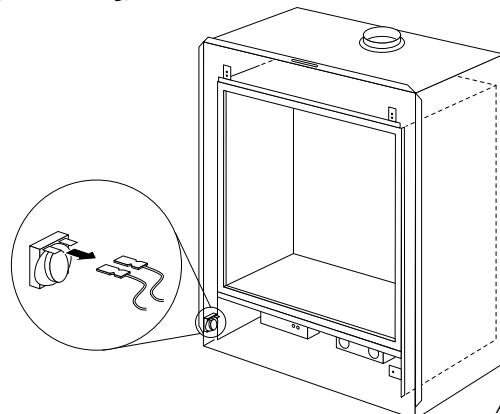

Abb. 4
- Lösen Sie die Kabelschuhe der TRS-Einrichtung (siehe Abb. 4).